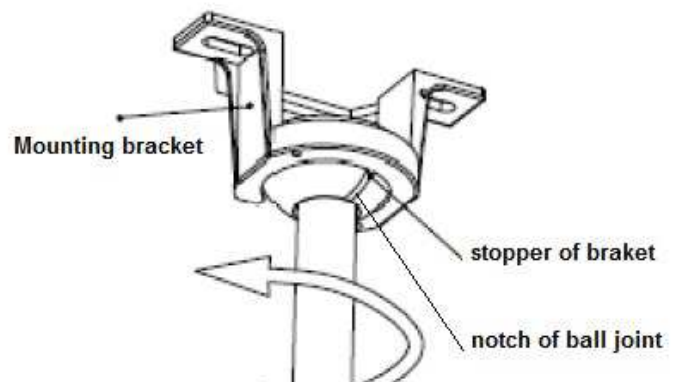

Fig. 5
- Sollevare il corpo del ventilatore alla staffa di montaggio. Fig.5